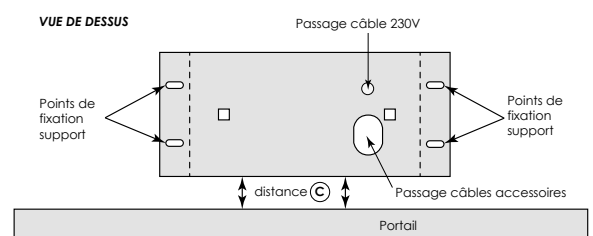

Figure 2
- b) - Positionner la plaque sans la fixer à son emplacement définitif. Elle doit être parfaitement parallèle au portail. Le bord de la plaque doit se trouver à 4 cm du portail. **(Figure 2)**
- g) - Passer tous les câbles (alimentation + accessoires) dans la base **(Figure 2)**
(Figure 2)